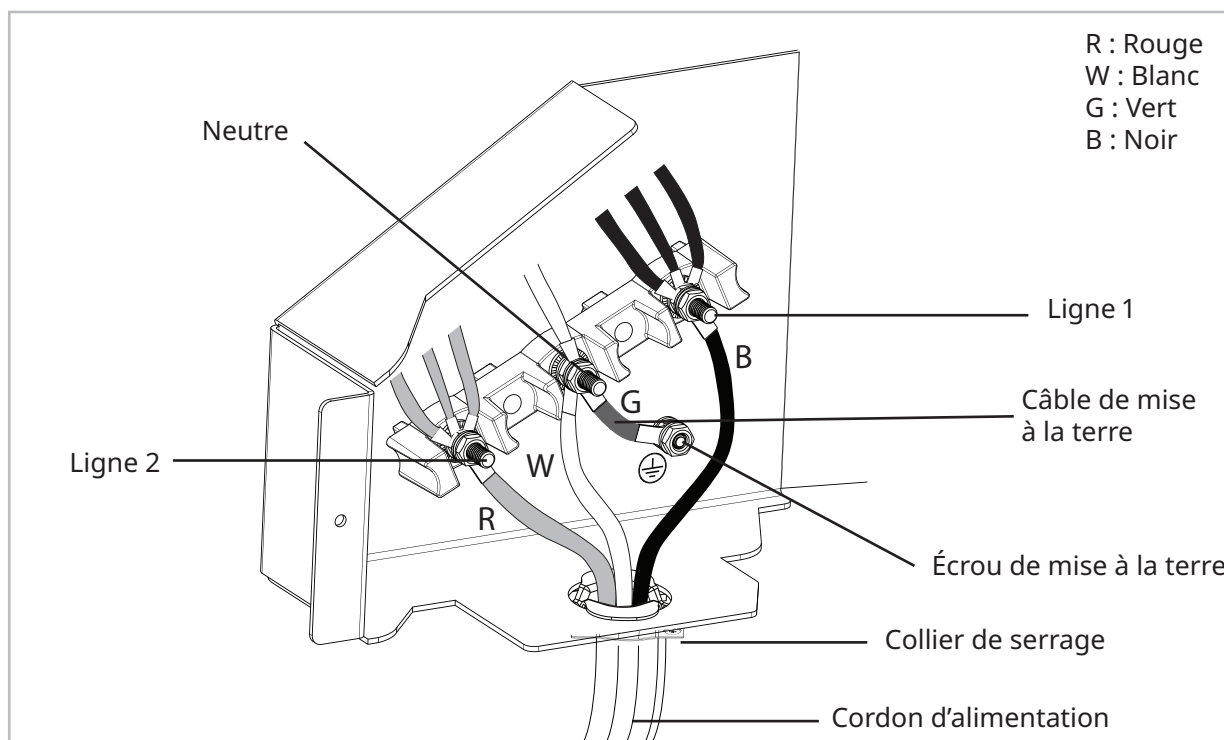
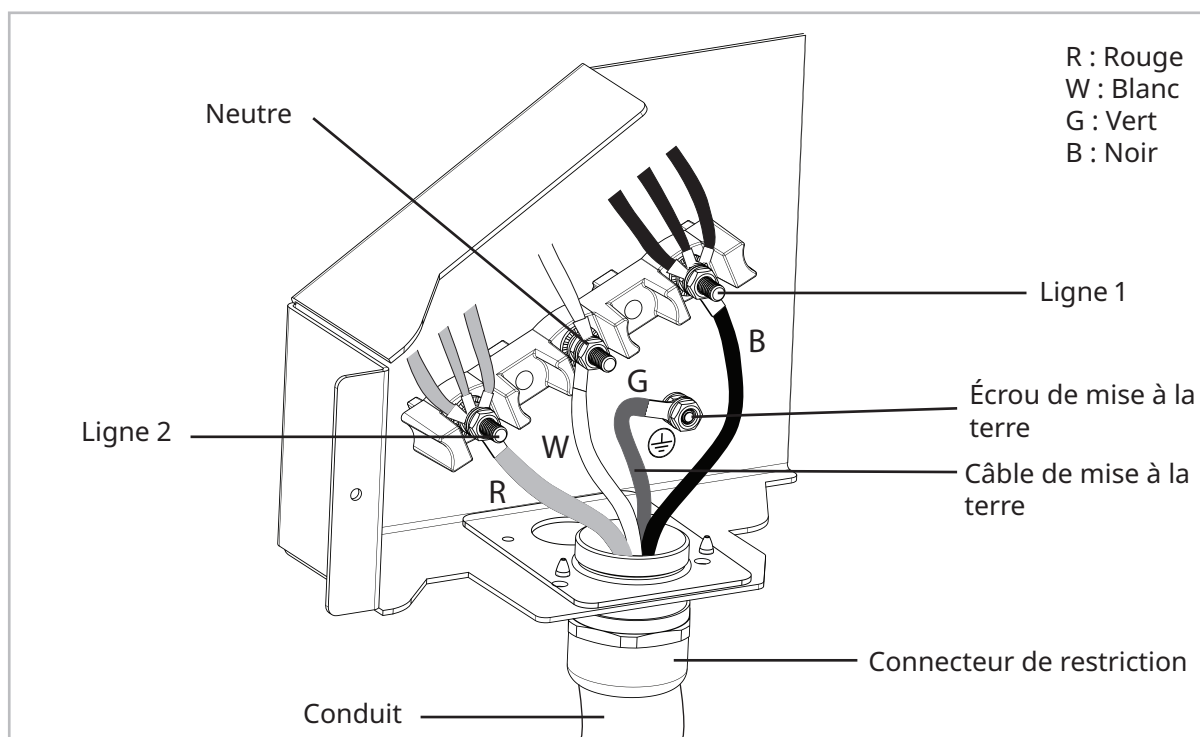

Figure 7 – Branchement à trois fils
Figure 8 - Branchement à quatre fils
4.Voir la Figure 7 pour le branchement de courant à 3 fils et la Figure 8 pour celui à 4 fils.
IMPORTANT : Le câble neutre du circuit d'alimentation doit être branché à la borne neutre du bornier située au centre de celui-ci. Les câbles d'alimentation doivent être branchés aux bornes gauche et droite du bornier. Le câble de mise à la terre doit être raccordé au support de la cuisinière à l'aide de vis et de rondelles tel qu'illustré à la figure 8 ci-dessous.